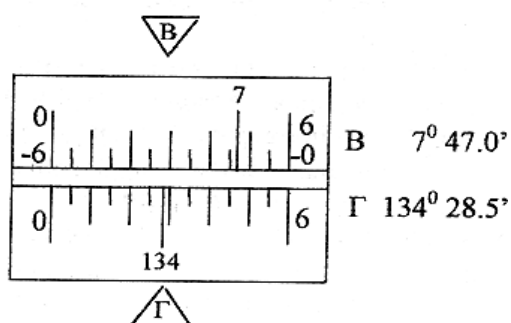

Рис.1.6 Шкала микроскопа
Большое значение при измерении углов имеет умение правильно отсчитывать по лимбу теодолита отсчетов, с помощью шкалового микроскопа. Такое умение основывается на знании устройства отсчётного приспособления теодолита и внимательного и аккуратного отношения к процессу отсчитывания (рис. 1.6).
2. По положению этого штриха взять отсчёт по шкале микроскопа с точностью до полминуты (рис.1.6). Отсчёт по горизонтальному кругу - $134^{\circ}28,5'$; по вертикальному кругу - $7^{\circ}47,0'$. Следует помнить, что шкала микроскопа вертикального круга имеет двойную оцифровку. Если у градусного деления вертикального лимба нет знака, для отсчёта по шкале микроскопа используется положительная оцифровка; если у градусного деления есть знак "минус", то для отсчёта по шкале используется отрицательная оцифровка.